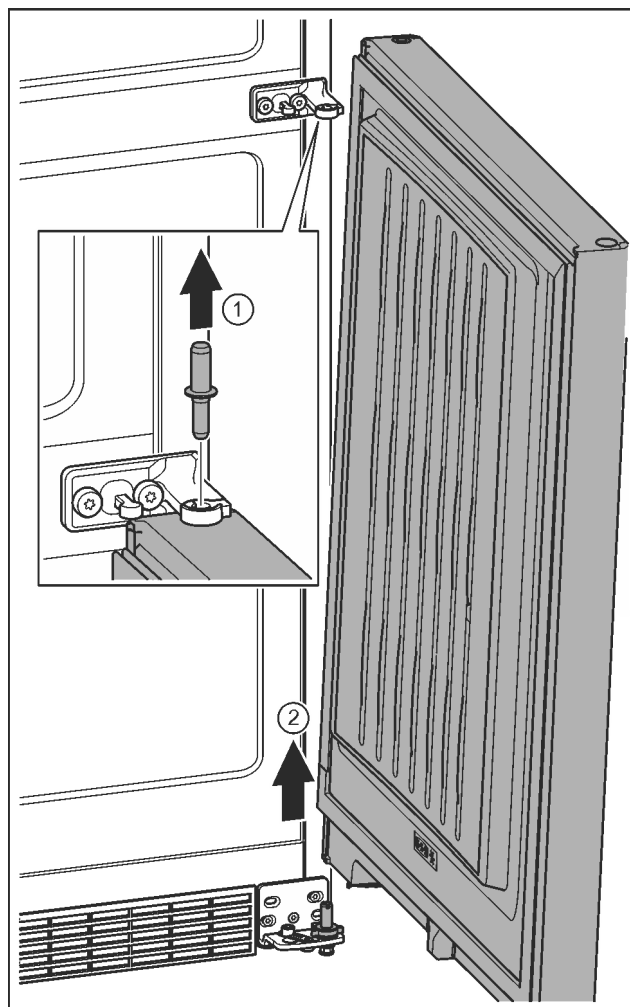

Fig. 11
- Extrageți în sus bolțul. *Fig. 11 (1)*
- Pivotați ușa în exterior, trageți în sus și așezați-o în lateral. *Fig. 11 (2)*